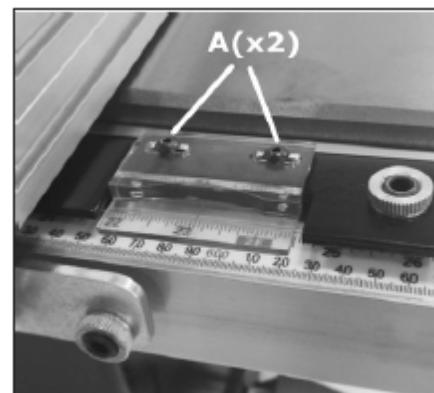

Рис. 36
- Измерить рулеткой ширину только что отпиленной заготовки. Ширина заготовки должна составлять 300 мм. В противном случае отрегулировать окно индикатора, ослабляя два винта (рис. 36, А), переместив окно и вновь затянув винты так, чтобы индикация соответствовала ширине заготовки.